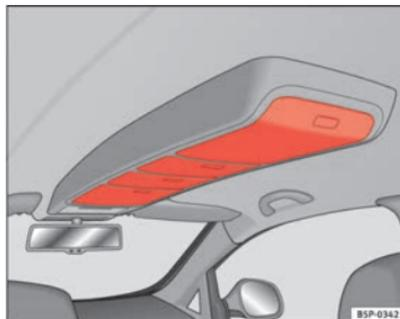

Fig. 104 Vano portaoggetti nel tettuccio
- Per aprire questi vani, premere sul pulsante del coperchio, ⇒ fig. 104. Il coperchio si apre in modo automatico.